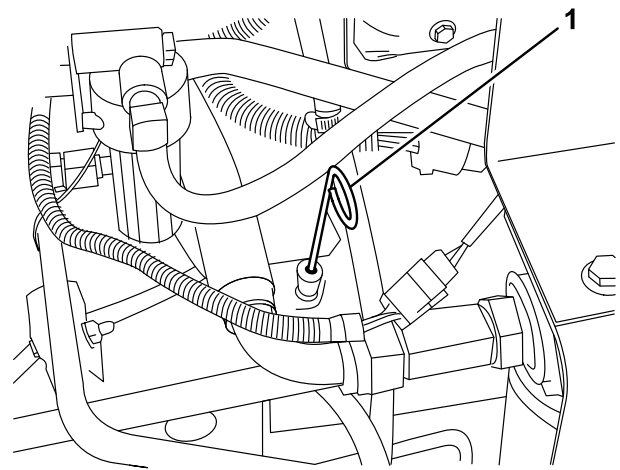

Bild 29
2. Nehmen Sie den Ölpeilstab (Bild 29) heraus, wischen Sie ihn ab und setzen Sie ihn wieder ein. Ziehen Sie ihn heraus und prüfen Sie den Ölstand am Ölpeilstab: Der Ölstand sollte an die VOLL-Markie am Ölpeilstab reichen.